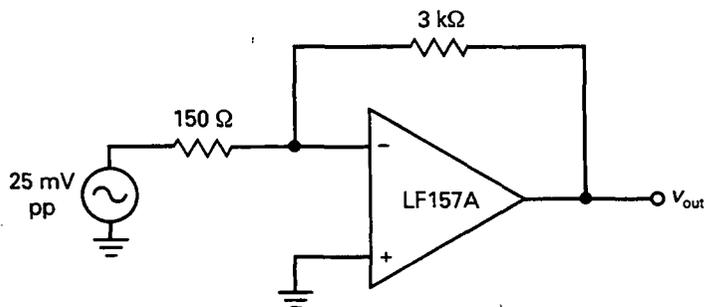

Figura 18-28
- 18-7. ¿Cuál es la ganancia de tensión y ancho de banda en lazo cerrado en la Figura 18-28? ¿Cuál es la tensión de salida a 1 kHz? ¿Y a 2 MHz? Dibuje el diagrama asintótico de Bode de la ganancia de tensión en lazo cerrado.